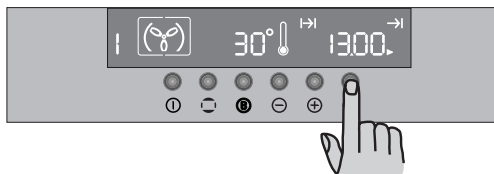

Рис. 14
- 2) Нажимайте клавишу  до тех пор, пока не выберете функцию «окончание времени приготовления»  и пока не начнет мигать соответствующий символ. На дисплее панели управления появится время окончания приготовления (т.е. текущее время + время приготовления - Рис. 14).